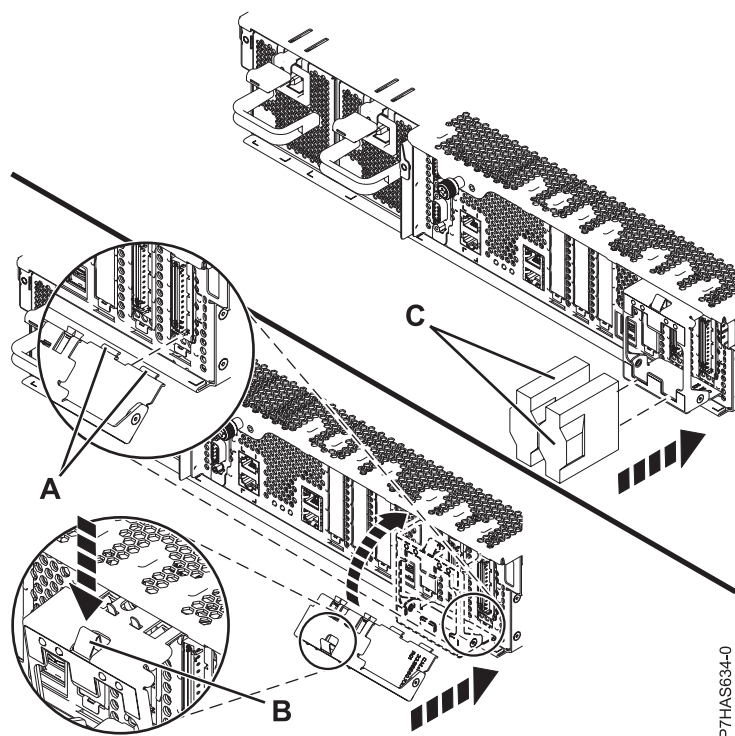

Figura 5. Instalación de la pieza de retención de cables
16. Si se proporciona la pieza de retención de cables **(A)**, que se muestra en Figura 5 en la página 6, siga estos pasos: